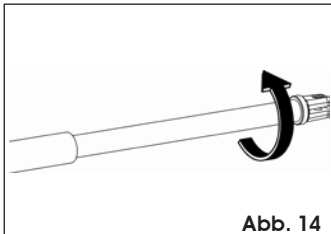

Abb. 14
- Den Schaft des Antriebs um eine (halbe) Drehung im Uhrzeigersinn drehen (Abb. 14), sodass der Schaft wieder einfährt.